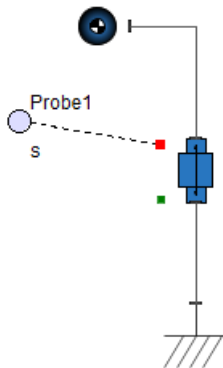

図6.5 落下するボール
**図6.5 「落下するボール」** モデルの並進ジョイントは、縦の y 軸に沿って剛体を移動できるようにすることで、落下するボールをモデリングします。落下するボールをバウンドするボールに変更するには、カスタムコンポーネントを使用して、バネダンパ配置を使用したコンプライアントな地面との接地をモデリングします。カスタムコンポーネントは、次の条件によって並進ジョイントの 1-D 並進ポートに添付されます。